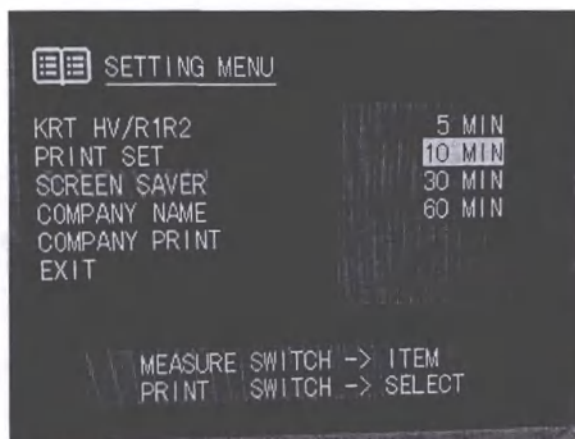

Рисунок 59 – Экран настройки SCREN SAVER
- Нажмите кнопку измерения на ручке управления, переместите курсор на пункт SCREN SAVER (рисунок 59).